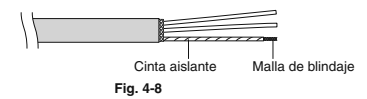

Fig. 4-8
- (2) Desenrolle con cuidado el cable trenzado y trence los cables blindados destrenzados firmemente uno con el otro. Aísle los cables blindados cubriéndolos con un tubo de aislamiento o con cinta aislante alrededor de ellos. (Fig. 4-8)